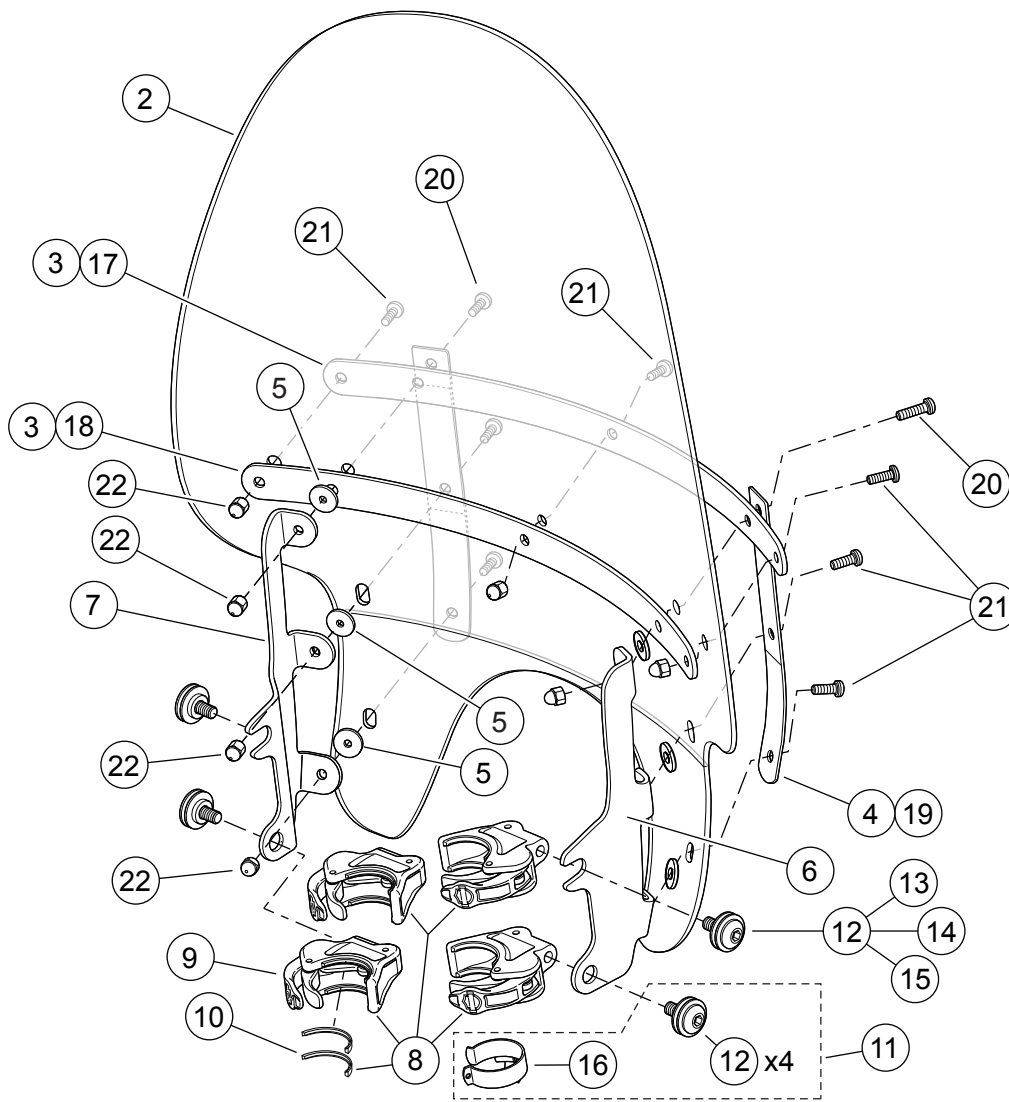

Рисунок 2. Запасные части, быстроъемное ветровое стекло XL1200X
См. Рисунок 2 и Таблица 2.
2. См. Рисунок 2. Извлеките узлы зажима (8) и комплекты деталей крепления (11) из упаковки и разложите по группам детали одного вида, чтобы подготовиться к установке.
3. Все комплекты. Отцентрируйте ветровое стекло относительно фары и установите зажимы на трубки вилки. См. Рисунок 2. Установите до щелчка зажим троса дроссельной заслонки (16) вокруг правой трубки вилки и проведите тросы заслонки через отверстие направляющей.